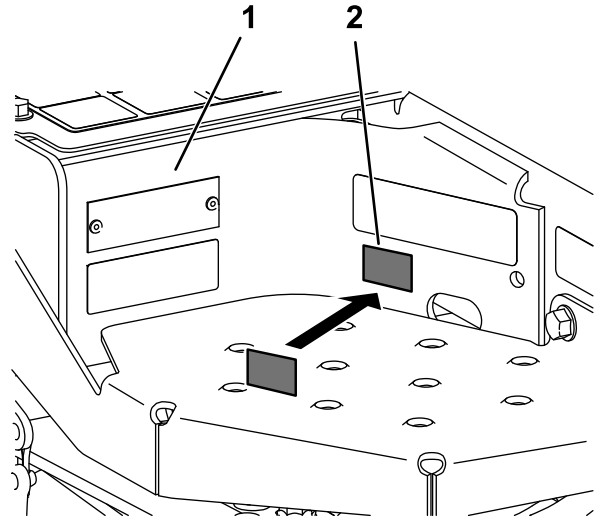

图 5
1. 使用外用酒精和干净的抹布清洁序列号牌旁边的区域并让该区域晾干图 5。
2. 撕去生产年份标贴的背衬并粘贴标贴图 5。